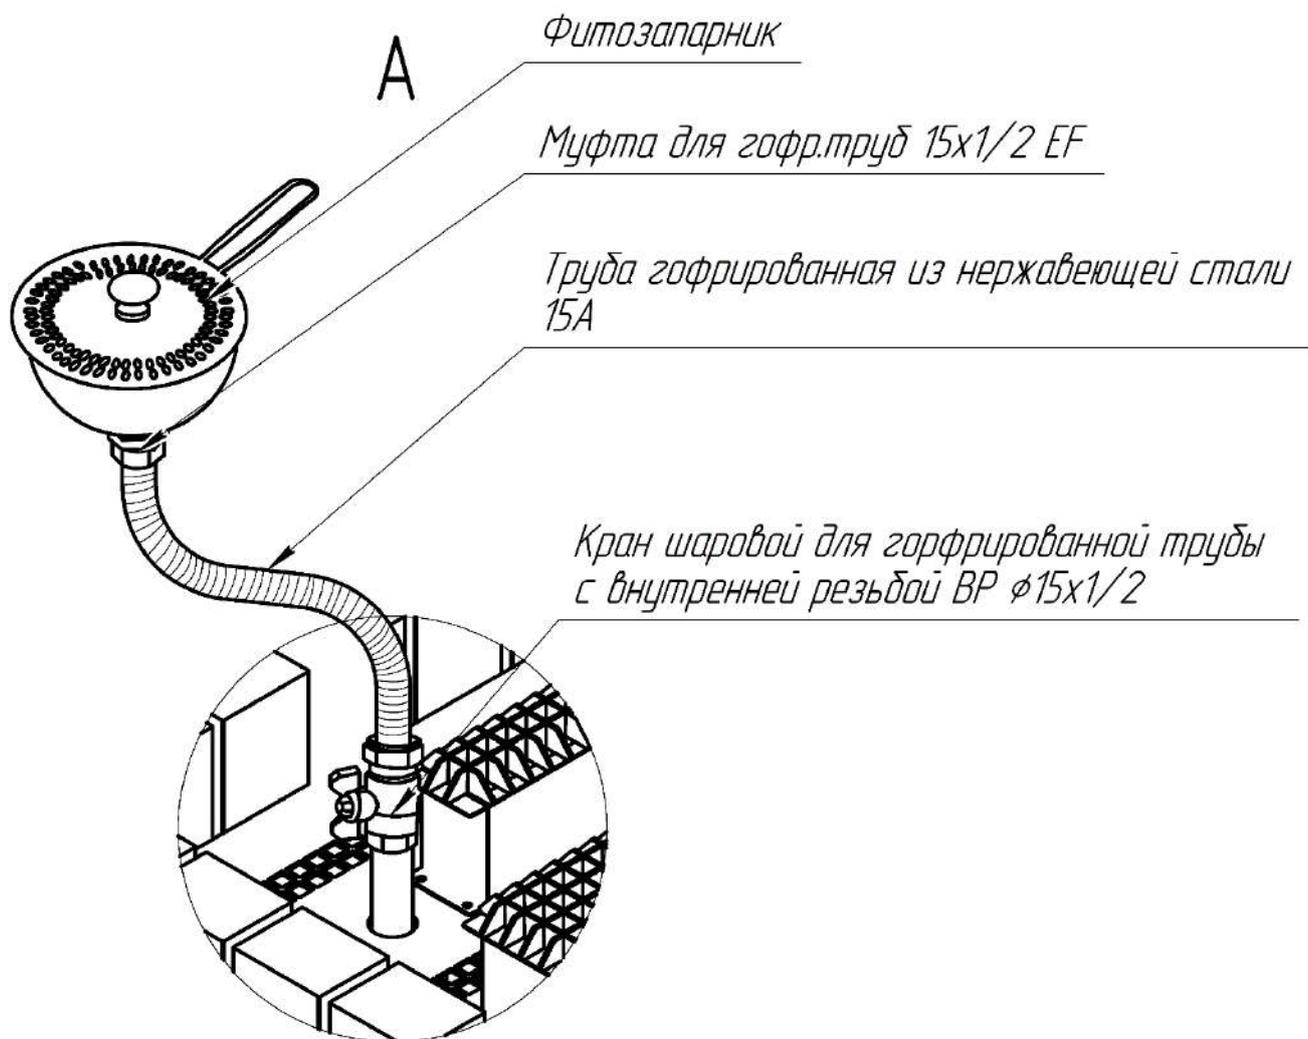

Рис. 8 Схема подключения Фитозапарника
2.3.11 В качестве опции к электрической печи возможно подключение фитозапарника в соответствии со схемой подключения (рис.8). К штуцерам отбора пара через кран подключается фитозапарник (поставляется отдельно).
2.4.2.3 Нажатием соответствующей кнопки на дисплее выбрать один из предустановленных режимов (см. таб.3.1 и рис.9) или выбрать режим «Футурус» и настроить индивидуальный режим. Для настройки режима «Футурус» пользователь имеет возможность, используя кнопки управления на дисплее, включать/выключать все модули ЭНУ в любом сочетании, устанавливать любые технически возможные значения температуры в парильном отделении бани/сауны и мощности воздушного ТЭНа парогенератора, а также открывать и закрывать дверцу каменки (см. таб.3.2 и рис.8 настоящего Руководства).
2.4.2.5 По желанию пользователь имеет возможность включить подсветку и (или) систему «Чистый воздух». Скорость вращения вентилятора регулируется кнопками « + », « - » на дисплее (см. рис.8)